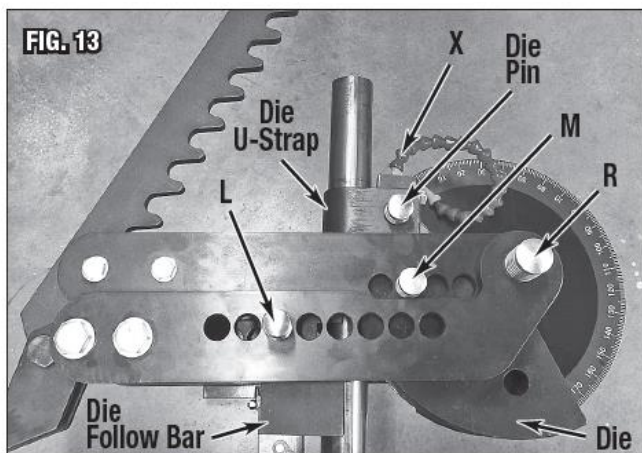

Рис. 13
1. Вставить заготовку между изогнутой формой и брусом, затем поместить U-образный зажим с внешней стороны трубы (Рис. 13). Слегка затянуть стопорный болт, если это необходимо.
2. Пропустить направляющий штифт (M) $\text{Ø}7/8 \times 5-3/8$ " [$\text{Ø}22 \times 136$ мм] через отверстие в наружной кромке формы (рядом с хомутом) для выравнивания с формой в узле приводного звена (Рис.13).
3. Поместите трещотку с зубьями полностью в зацеплении с приводной приводного звена (Рис. 13).
4. Нажать на рукоятку для устранения слабины, затем установить угломер на «0°» (Рис. 13).